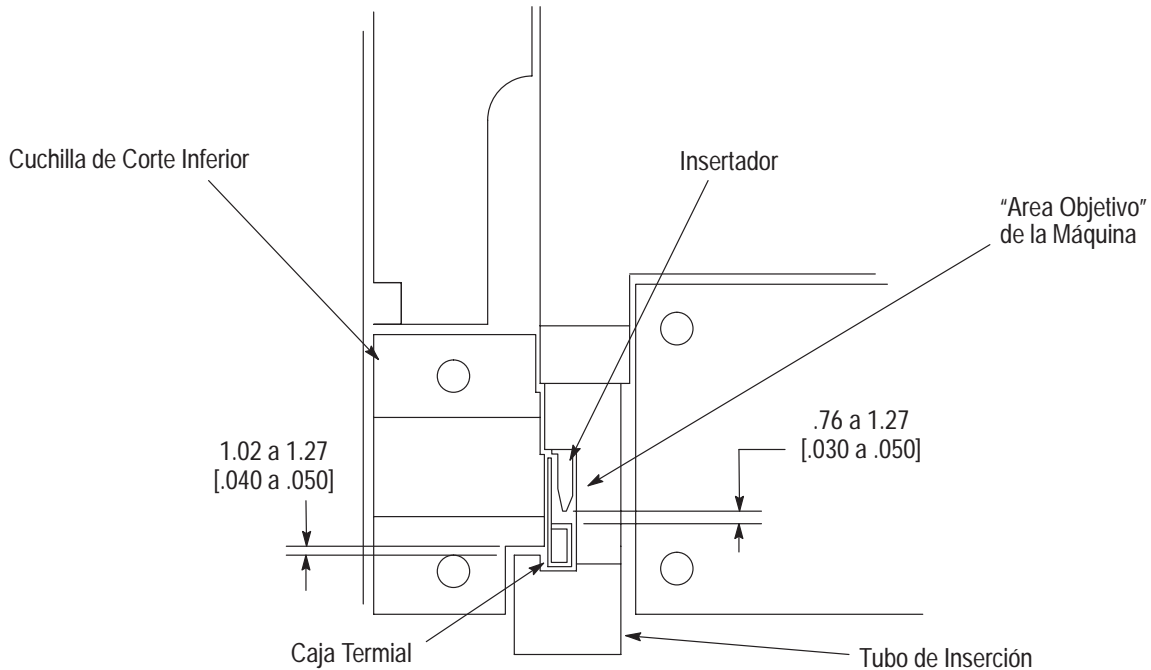

Figura 6-2. Mecanismo Insertador y Área Objetivo
3. Para revisar la correcta operación del mecanismo de alimentación y las cuchillas de corte, accionar el cilindro de alimentación varias veces mientras se observa la operación. Esto también avanza las terminales dentro del tubo de inserción después de que sean cortadas. Si está equipada con un solenoide de alimentación alterno (L4), esta función debe ser repetida con el módulo en cada modo de operación. Una terminal debe de ser avanzada cada ciclo cuando está en el modo sencillo (solenoides de alimentación alterno desenergizado). Dos terminales deben de ser avanzadas cada ciclo en el modo doble (solenoides de alimentación alterno energizado). Las terminales deben de avanzar lo suficiente dentro del tubo de inserción, después de que sean cortadas, para mantener libre el "área objetivo" (ver la figura 6-2). Las terminales deben de mantenerse en el tubo de inserción por el resorte del tubo. Las terminales cortadas deben de tener cortes iguales en ambos lados. Si es necesario un ajuste al mecanismo de alimentación, referirse a la Sección 6, AJUSTES.
NO permitir que ningún lubricante entren en el "área objetivo" (vea la Figura 6-2) del módulo. Si esto ocurriera, minuciosamente limpiar el área inmediatamente.
Se requiere un ajuste adecuado del mecanismo de alimentación de la terminal para controlar el posicionamiento de las terminales cuando estas avancen dentro del “área objetivo” (ver la Figura 6-2). La posición correcta es evidenciada por cortes iguales en ambos lados de las terminales cuando son cortadas de la tira terminal. Si es requerido un ajuste para conseguir el posicionamiento correcto, proceda como sigue:
1. Si, durante la verificación del mecanismo de alimentación, se determina que las terminales no están avanzando lo suficiente, o están avanzando demasiado dentro del tubo de inserción después de ser cortadas en el "área objetivo" (ver la Figura 6-2), ligeramente aflojar los dos tornillos que aseguran el bloque de avance de la terminal (1), entonces aflojar la contratuerca en el tornillos de apoyo (2). Girar el tornillo de apoyo según se requiera para corregir la posición de la(s) terminal(es) en el tubo de inserción. Las terminales deben estar libres del "área objetivo", el resorte del tubo debe de sujetar la(s) terminal(es) en el tubo de inserción. Apretar la contratuerca para asegurar el tornillo de apoyo y los dos tornillos para asegurar el bloque de avance de la terminal.
2. Con el cilindro de inserción completamente retraído, verificar la abertura entre el tubo de inserción y el borde frontal de las cuchillas de corte inferiores. El espacio libre debe de ser aproximadamente de 1.016 a 1.270 mm. [0.040 a 0.050 pulg.] (ver la Figura 6-2). Si es necesario un ajuste, aflojar la contratuerca (3) en el eje del cilindro de inserción, después gire el adaptador en el eje según se requiera hasta que se obtenga el espacio adecuado. Apretar la contratuerca después de hacer el ajuste. Asegurarse que el soporte del interruptor (5) no esté limitando el viaje del cilindro. Reajustar el interruptor después de hacer el ajuste del cilindro.
3. Con la(s) terminal(s) alimentada(s) dentro del “área objetivo”, pero no cortada de la tira, revisar el espacio libre entre la punta del insertador y la caja terminal. El espacio DEBE de ser de 0.762 a 1.270 mm. [0.030 a 0.050 pulg.] (ver Figura 6-2). con el bloque deslizando (4) hacia atrás. Si la abertura no es suficiente para que la(s) terminal(es) entren al “área objetivo”, ligeramente aflojar los dos tornillos que aseguran la placa cubierta deslizando trasera al bloque deslizando (ver Detalle “A”). Aflojar la contratuerca y ajustar el prisionero en el bloque deslizando hasta que se obtenga la abertura requerida. Después del ajuste, apretar la contratuerca del prisionero y dos tornillos para asegurar la placa cubierta deslizando trasera.
4. Si, durante la verificación del módulo, se determina que el tubo de inserción no “aprieta” adecuadamente la bobina cuando esta extendida o el espacio libre entre el tornillo de paro de seguridad del tubo de inserción (6) y la carcasa de corte (7) no es aproximadamente de 0.762 mm. [0.030 pulg.] cuando la bobina esta “apretada” por el tubo de inserción, aflojar la contratuerca en el tornillo de paro de seguridad del tubo de inserción, ajustar el tornillo hasta que el espacio adecuado se obtenga, y después apriete la contratuerca.
5. Si, durante la verificación del módulo, se determina que el insertador no inserta las terminales a la profundidad adecuada en la bobina, aflojar la contratuerca del tornillo de ajuste de profundidad del insertador (8) y ajustar el tornillo según se requiera, entonces apretar la contratuerca. Asegurarse que el viaje del cilindro no esté limitado por el soporte del interruptor. No será necesario ajustar el soporte del interruptor (9) como se describe en el Párrafo 6.1. de este manual.